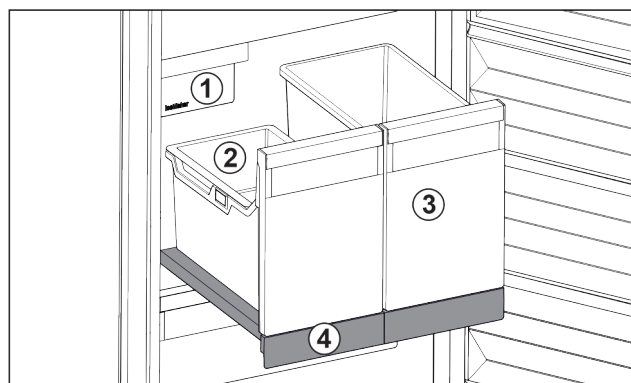

Fig. 168 Vysouvací přihrádka s IceTower
Na vysouvací přihrádce jsou dvě vysoké nádoby (IceTower). V nádobě Fig. 168 (2) se shromažďují a skladují kostky ledu z IceMaker. Nádoba Fig. 168 (3) se hodí pro skladování vysokých potravin jako pizzy nebo alkoholické nápoje.